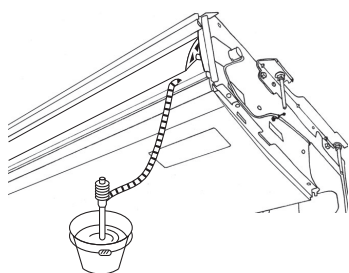

Fig. 5-3
1. Zamocować złącze kielichowe ⑤ dostarczone z urządzeniem na króćcu spustowym w urządzeniu za pomocą taśmy PCW.
2. Przymocować osłonę złącza ⑥ dostarczoną z urządzeniem do złącza kielichowego ⑤.
3. Przymocować zewnętrzną rurę spustową (VP-20) do złącza kielichowego ⑤ taśmą PCW.
4. Owinąć osłonę rury spustowej ⑦ dostarczoną z urządzeniem. (zakleić łączenia)
- Ⓒ Osłonę złącza ⑥
- Ⓓ Złącze kielichowe ⑤
- Ⓔ Osłonę rury spustowej ⑦
5. Sprawdzić prawidłowy odpływ. (Fig. 5-3).